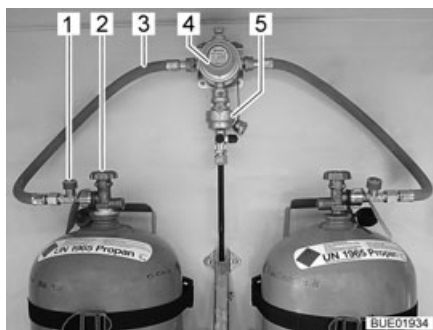
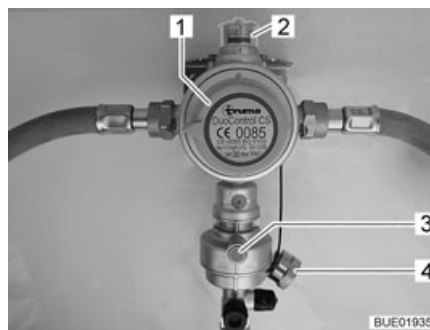

Fig. 69 Bombole del gas con DuoControl
Fig. 70 Impianto di regolazione DuoControl
L'impianto di regolazione DuoControl consiste in una valvola di commutazione (Fig. 69,4) e un sensore crash (Fig. 69,5). L'impianto di regolazione DuoControl è installato tra i tubi flessibili del gas (Fig. 69,3) con un dispositivo antirottura del tubo flessibile (Fig. 69,1). Con la manopola (Fig. 70,1) sulla valvola di commutazione è possibile stabilire quale delle bombole del gas viene utilizzata come bombola in uso e quale come bombola di riserva.
Nella finestra di controllo (Fig. 70,2) viene visualizzato lo stato del rifornimento di gas:
Il funzionamento con una sola bombola del gas è consentito, ma in questi casi il collegamento aperto deve essere assolutamente chiuso con una copertura cieca (Fig. 70,4).
Il sensore crash blocca l'alimentazione del gas in caso di forti vibrazioni (es. incidente). Il sensore crash viene azionato mediante pressione del tasto reset verde (Fig. 70,3).
Il dispositivo antirottura del tubo flessibile (Fig. 69,1) blocca il flusso di gas quando il tubo flessibile collegato si rompe. Il dispositivo antirottura del tubo flessibile deve essere attivato premendo il tasto verde.
Tramite la centralina di controllo (Fig. 71) è possibile attivare e disattivare l'alimentazione del gas tramite l'impianto di regolazione DuoControl. Le valvole principali di arresto (Fig. 69,2) delle bombole del gas e i rubinetti di arresto del gas degli apparecchi devono essere aperti manualmente.
- Con la manopola (Fig. 70,1) sulla valvola di commutazione selezionare la bombola del gas, da cui proviene la principale alimentazione del gas (bombola in uso). Girare la manopola fino all'arresto.
- Aprire le valvole principali di arresto (Fig. 69,2) delle bombole del gas.
- Premere il tasto verde del dispositivo antirottura del tubo flessibile (Fig. 69,1). Nella finestra di controllo (Fig. 70,2) viene visualizzato il simbolo verde.
- Chiudere le valvole principali di arresto (Fig. 69,2) delle bombole del gas.
Se la spia di controllo verde (Fig. 71,6) si spegne durante il funzionamento e la spia di controllo rossa (Fig. 71,5) si accende, significa che la bombola in uso è vuota e deve essere sostituita. Nella finestra di controllo (Fig. 70,2) viene visualizzato il simbolo rosso. La bombola di riserva continua ad alimentare le utenze a gas.
- Ruotare di mezzo giro la manopola (Fig. 70,1) in direzione della bombola del gas utilizzata. In questo modo questa bombola del gas ora è la bombola in uso, mentre la bombola del gas vuota diventa la bombola di riserva. Il simbolo nella finestra di controllo (Fig. 70,2) passa da rosso a verde.
- Chiudere la valvola principale di arresto (Fig. 69,2) della bombola del gas vuota. Osservare la direzione della freccia.
- Premere il tasto verde del dispositivo antirottura del tubo flessibile (Fig. 69,1).